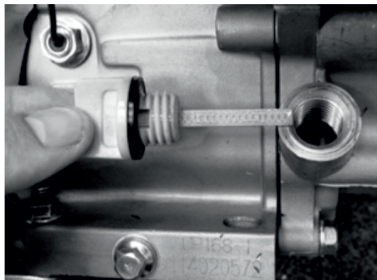

Рис. 6
2. Выкрутите пробку маслозаливной горловины (рис. 6)
1. Выкрутите пробку маслозаливной горловины (рис. 6)